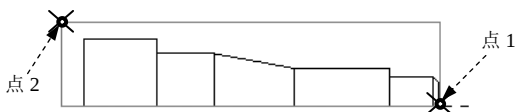
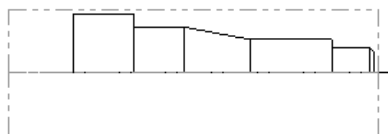

图 13.2.5 定义工件位置
图 13.2.6 预览工件形状和位置
Step3. 设置工件的尺寸。在“机床组件管理-素材”对话框中单击**由两点产生 (2)...**按钮，然后在图形区选取图 13.2.5 所示的两点（点 1 为最右段上边竖直直线的下端点，点 2 的位置大致如图 13.2.5 所示即可），系统返回到“机床组件管理-素材”对话框，在**外径**文本框中输入值 50.0，在**长度**文本框中输入值 150.0，在**轴向位置**区域中的**Z**文本框中输入值 2.0，其他参数采用系统默认设置值，单击**预览车床边界**按钮查看工件，如图 13.2.6 所示。按 Enter 键，然后在“机床组件管理-素材”对话框中单击**✓**按钮，返回到“机器群组属性”对话框。